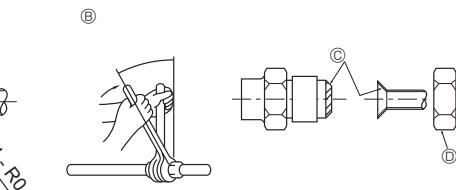

Fig. 4-1
4.2. Σωλήνες σύνδεσης (Fig. 4-1)
③ Ροπή σύσφιξης για το περικόλιο εκχείλωσης